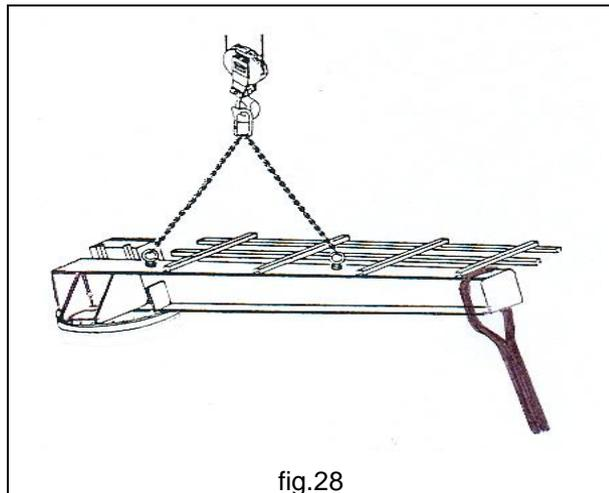

fig.28
3. Éviter les oscillations et les pendules et, si nécessaire, utiliser une corde ou une corde attachée à l'extrémité du bras pour maintenir l'équilibre. (fig.28)